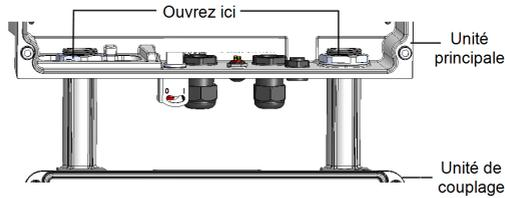

Figure 44: Écrous de bornier
6. Dévisser les deux écrous de bornier sur l'unité principale, qui fixent l'unité de couplage à celle-ci ; voir la *Figure 44*.